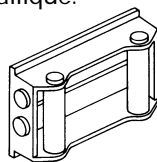

Figure 19
6. **ÉQUIPEZ LE TREUIL D'UN GUIDE-CÂBLE À ROULEAUX,** ce qui réduira énormément l'usure du câble pendant les tractions angulaires (Fig. 19). Les rouleaux éliminent la friction et l'abrasion du câble métallique.